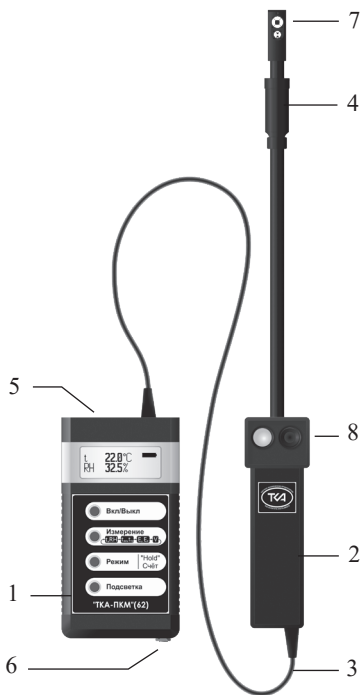

Рис.1 Внешний вид прибора “ТКА-ПКМ”(62)
5.1 Приборы комбинированные выпускаются в компактном портативном исполнении. Конструктивно прибор состоит из двух функциональных блоков: измерительной головки (ИГ) и блока обработки информации (БОИ), связанных между собой гибким многожильным кабелем (Рис.1).
Для связи с ПК в приборе установлен разъём USB (опционально RS232) (5, на Рис.1).
6.2.1.1 Включите прибор. Перед началом работы убедитесь в работоспособности элемента питания (аккумулятора). Если после включения прибора на дисплее появится надпись “РАЗРЯД БАТАРЕИ!”, нужно зарядить аккумулятор, для чего следует подключить к прибору через разъём на корпусе (6, Рис.1) зарядное устройство и вставить его в сеть. Прибор необходимо выключить. Время заряда ~ 16 часов. Превышение времени заряда (до нескольких суток) не приводит к ухудшению работоспособности аккумулятора.